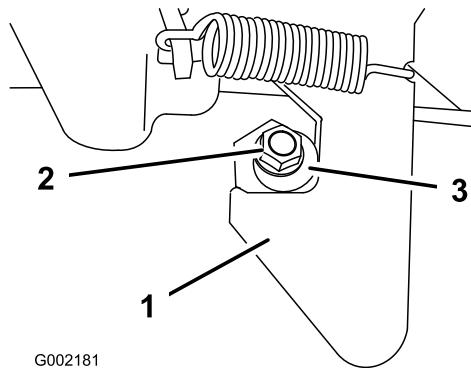

Figura 57
1. Allentate il dado di bloccaggio sull'estremità della colonnetta di ancoraggio (Figura 57).
2. Ruotate la colonnetta di ancoraggio in senso orario finché non si trova saldamente contro la sezione di aggancio del fermo (Figura 57).